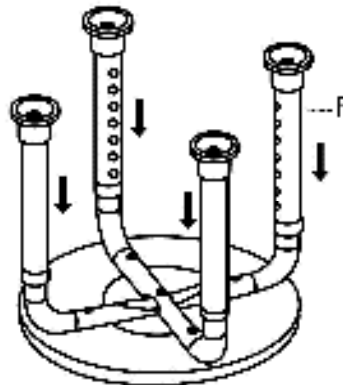

Abb. 5
2. Wählen Sie die benötigte Höhe, indem Sie die Beine herausziehen oder hineindrücken. Lassen Sie die Metallstifte auf der gewünschten Höhe wieder in das entsprechende Justierloch einschnappen (Abb. 5).